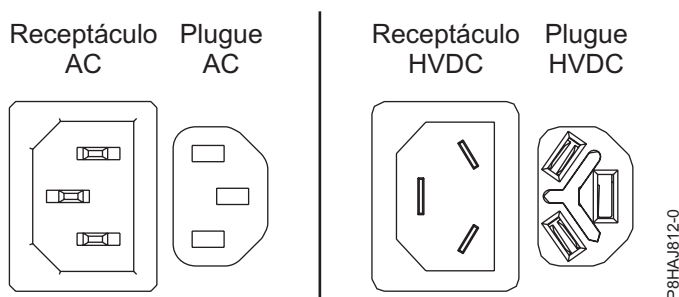
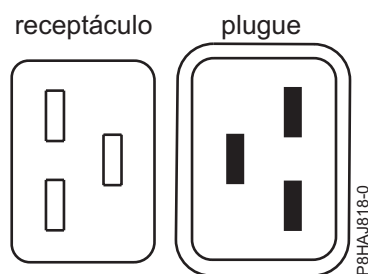
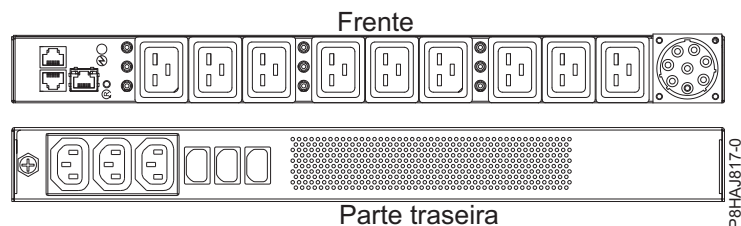

Figura 74. Conectores AC e HVDC
Figura 75. Conectores do sistema 8408-44E
Figura 76. O PDU para o sistema 8408-44E
O Figura 74 mostra os conectores de corrente alternada (AC) e de corrente direta de alta voltagem (HVDC) suportados. O Figura 75 e o Figura 76 mostra os conectores suportados e a unidade de distribuição de energia (PDU) do 8408-44E.